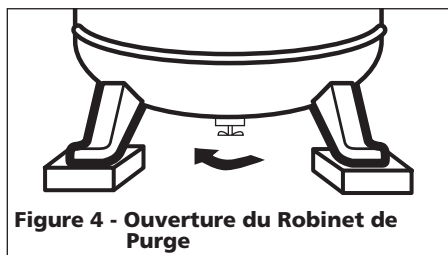

Figure 4 - Ouverture du Robinet de Purge
1. Ouvrir le robinet de purge et faire fonctionner le compresseur pour 60 minutes (Voir la Figure 4).